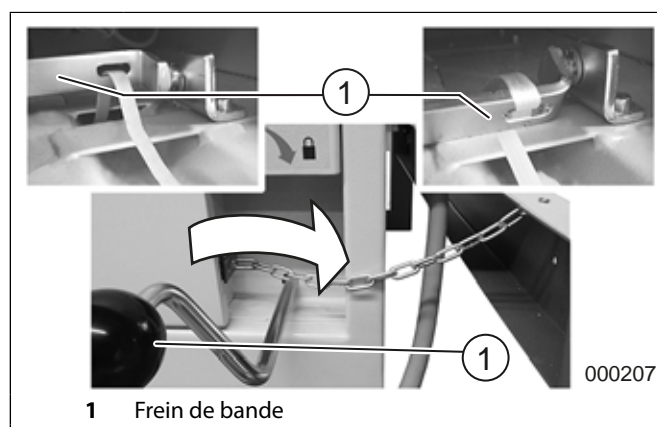

fig. 14 Frein de bande
Le frein de bande (fig. 14/1) doit être fermé (levier tourné vers le droite).
2. Ouvrir le frein de bande (fig. 14/1).
4. Fermer le frein de bande (fig. 14).
3. Ouvrir le frein de bande (fig. 14).